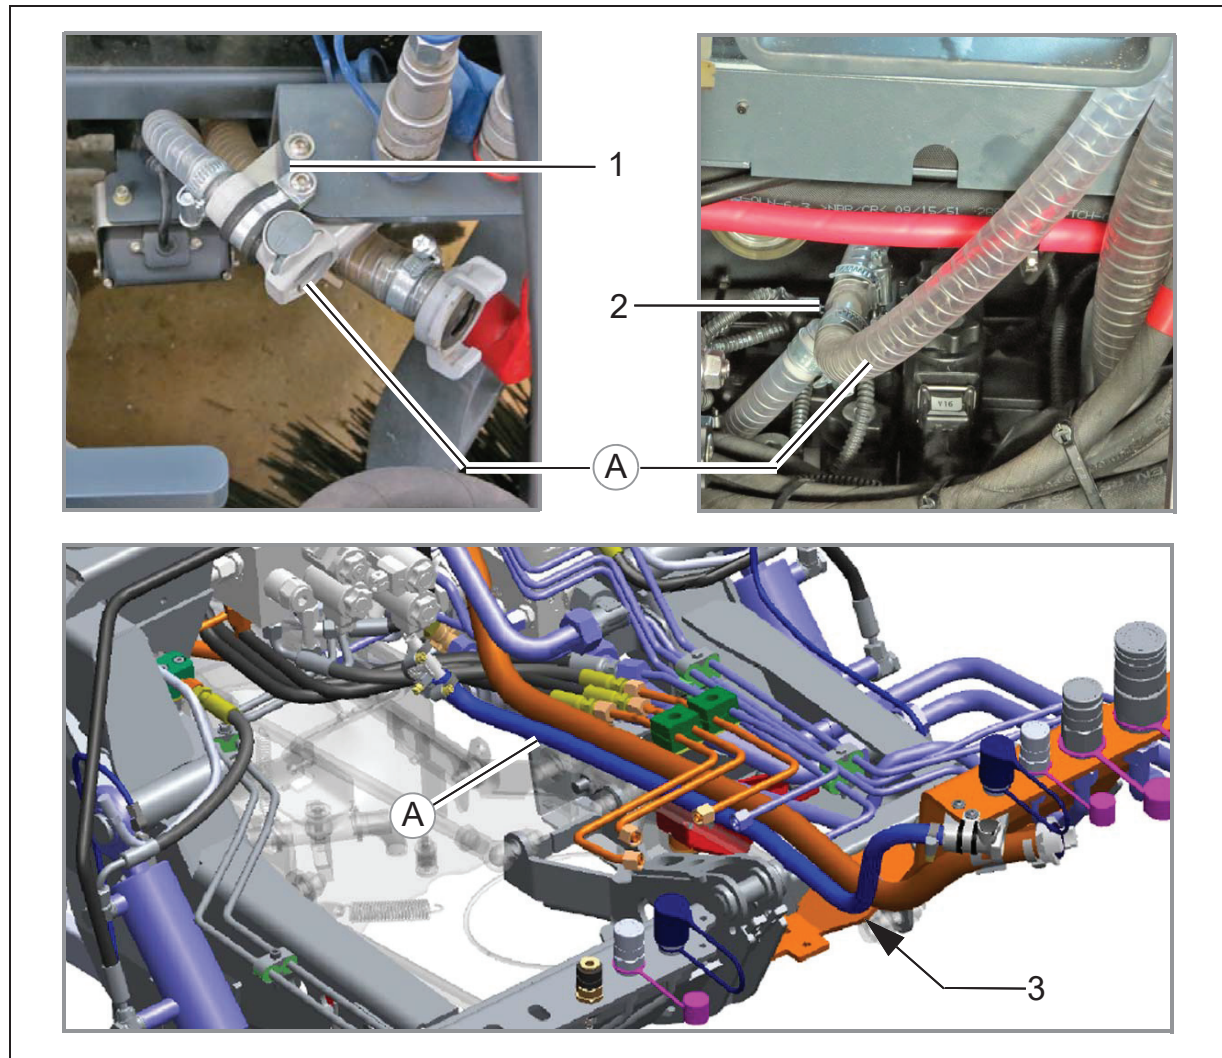

Abb.4
1. Den Frischwasserschlauch (Abb. 4/ A) der Wasserversorgung zwischen Schlauchbefestigung (Abb. 4/1) und T-Verbindungsstück (Abb. 4/2) verlegen.
Bei Saugmundkamera (Option) muss der Frischwasserschlauch oberhalb des Halters (Abb. 4/3) der Saugmundkamera verlegt werden.